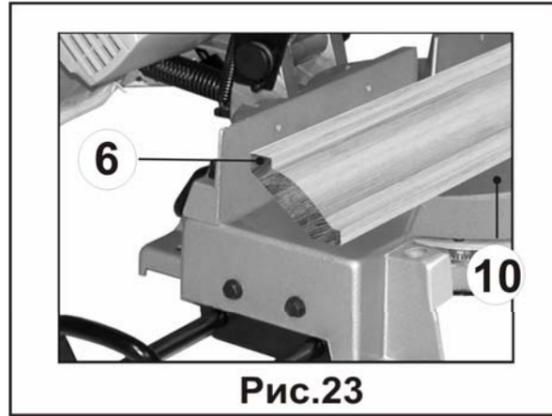

Рис.23
12.7.1. Существуют несколько методов пиления профиля с помощью этой пилы. Метод, показанный на Рис. 23, показывает контактные поверхности (поверхности, примыкающие к потолку и стене) плотно прижатыми к фронтальному упору (6) и столу пилы (10), Рис.23. Этот метод удобен при выполнении небольшого объема работ, но не практичен для работы в производственных масштабах, поскольку удерживать деталь в таком положении нелегко.